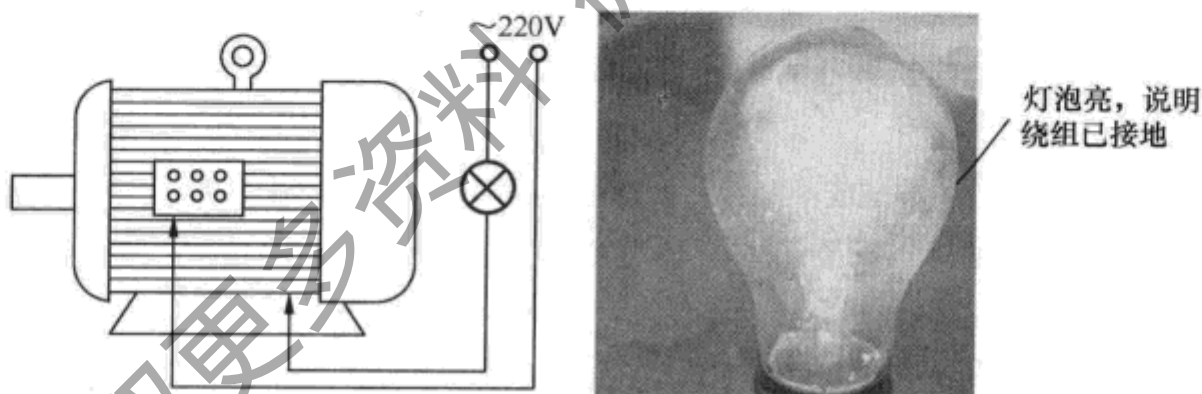

图 3-26 用校验灯法检查绕组接地点
① 兆欧表法。根据电动机额定电压选择兆欧表的电压等级。用兆欧表测量各相绕组对地的绝缘电阻，兆欧表读数为零时，表示该相绕组接地。有时兆欧表指针在“0”处摇摆不定，这说明该相绕组绝缘有击穿现象。用这种方法一般只能检查出是哪一相绕组接地，而不能查出接地点。
② 校验灯法。如图 3-26 所示，在电源回路中串接一只灯泡，用带绝缘保护的测试棒分别测量各相绕组与机壳间的绝缘状况。如果灯泡发亮，则说明该相绕组接地；若灯泡虽不亮，但测试棒接触电动机时出现火花，这说明绕组尚未击穿，只是严重受潮。用校验灯法检查绕组接地故障时，还可根据出现的烟雾或火花直接找到接地故障点。